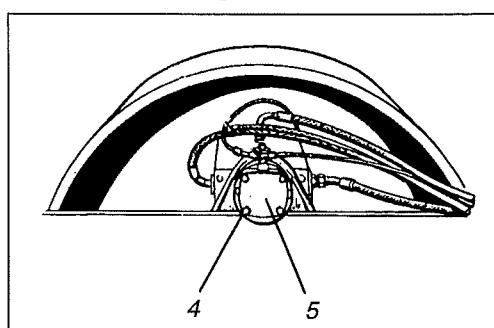

Fig. 28 Valsebrem
1. Løsne låsemutteren (2) og skru justeringsskruene (3) inn ca. 30 mm. Disse sitter på bakakselen, en skru på hver side av differensialhuset.
2. Tørk av rundt valsebremsen (5), fig. 28, og skru ut festeskruene (4), 4 stk. Disse sitter på utsiden av valsegiret.